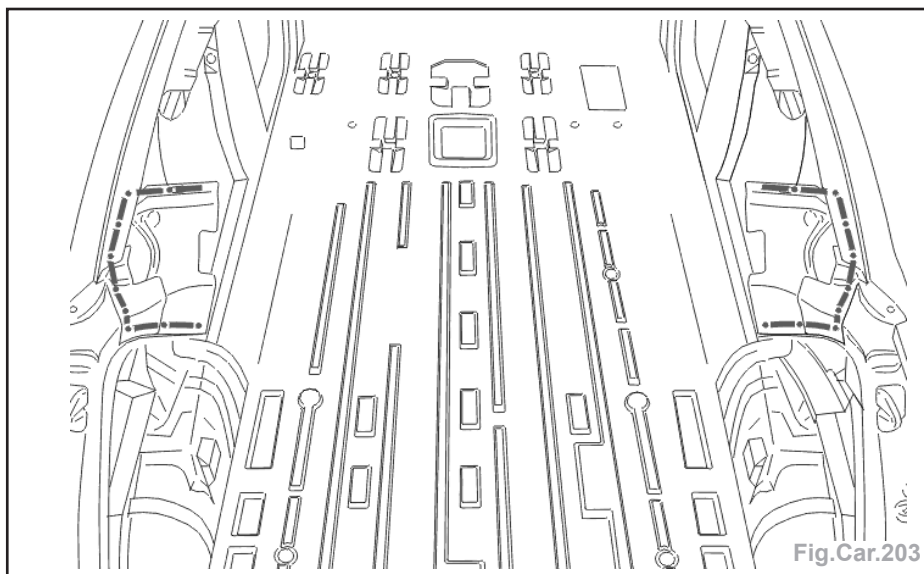

Fig.Car.203
- Préparer les bords d'accostage et protéger les bords par un apprêt soudable ainsi que sur la pièce neuve (Fig.Car.203).